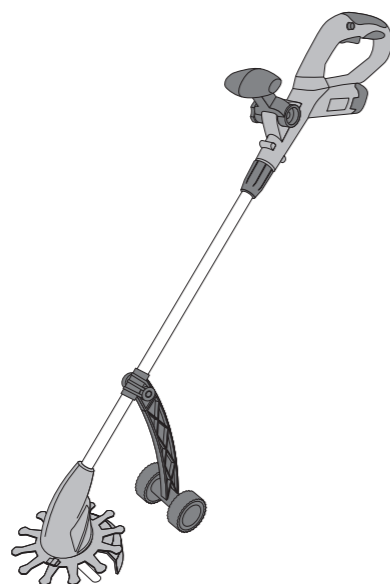

図17
- ①補助カスターに取付けてある補助カスター固定ノブナットと補助カスター固定部品を取り外してください。(図17)